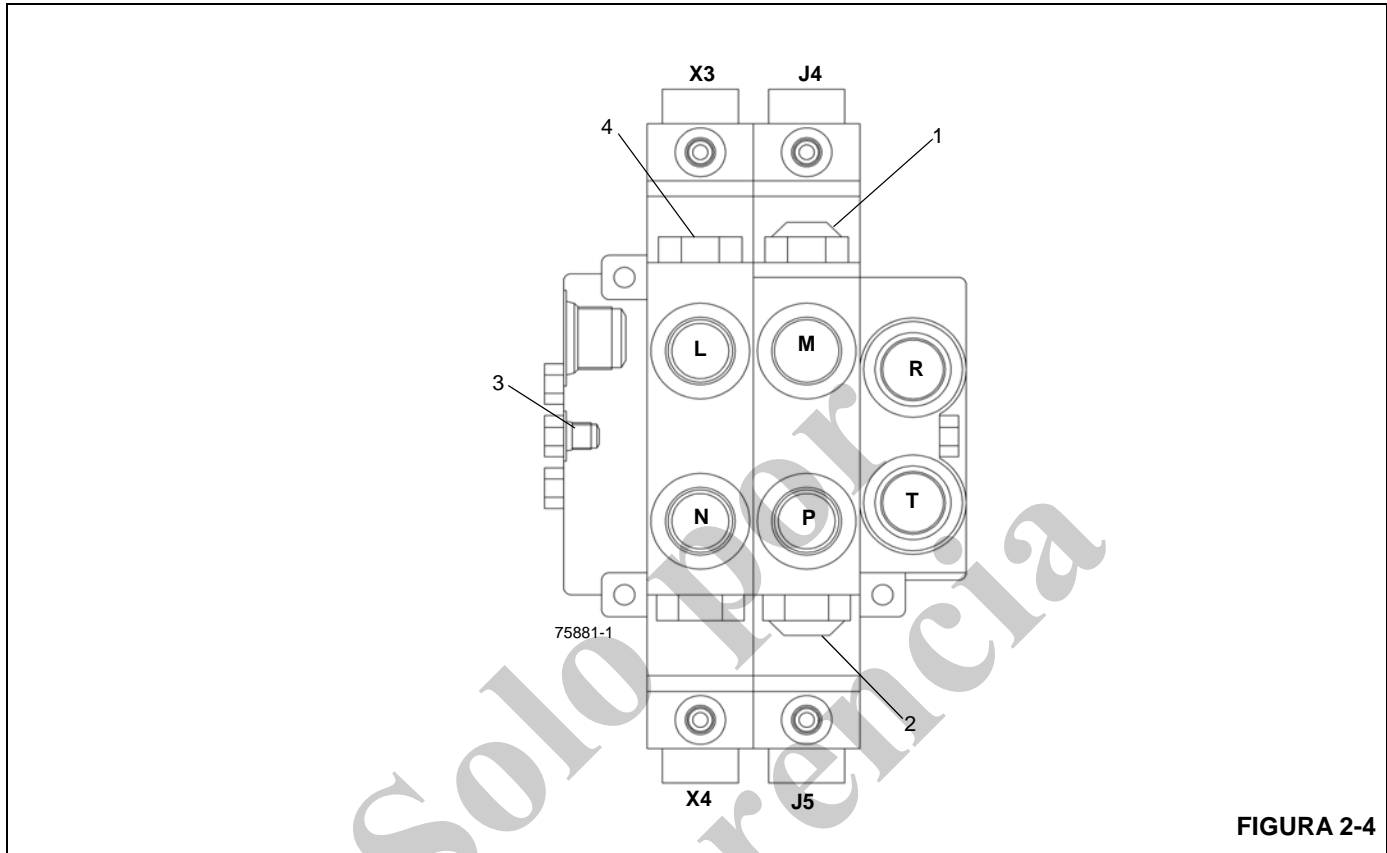

FIGURA 2-4
5. Sustituya la(s) válvula(s) de alivio de giro en la válvula de control de giro (vea la Figura 2-4) si la presión medida no está dentro del valor especificado.